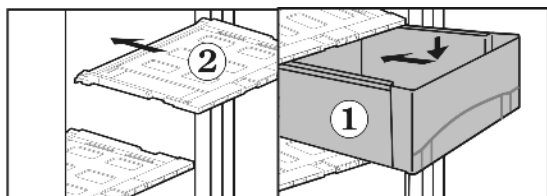

Fig. 27
- Установите крышки выдвижного ящика Fig. 27 (2): попе- речные ребра крышки выдвижного ящика вставьте снизу в задние направляющие, защелкните спереди фиксатор в направляющей.
- Выдвижные ящики Fig. 27 (1) установите на направляю- щие и вдвиньте полностью до ясно слышимого защелки- вания.